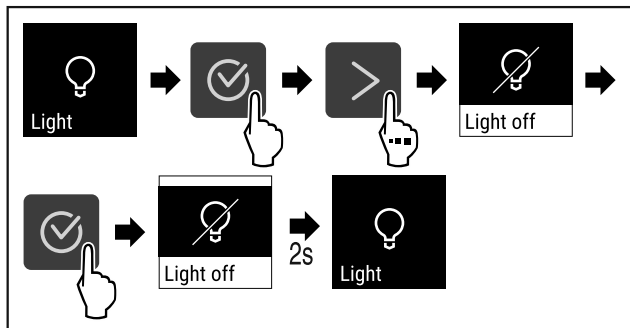

Fig. 68
▶ Vykonať kroky akcie (pozri Fig. 68) .